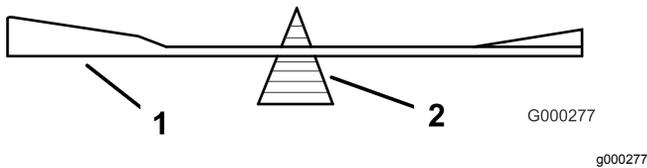

Figura 80
- Controllate l'equilibrio della lama posizionandola su un bilanciatore (Figura 80).